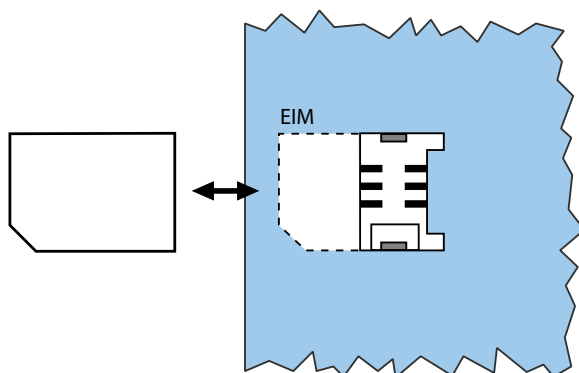

Fig. 76 Scheda EIM
4. Introdurre la nuova scheda EIM sotto le linguette di guida fino a battuta nell'alloggiamento per SIM Card. Fare attenzione che i contatti della scheda EIM siano verso il basso e che l'angolo smussato della scheda EIM sia rivolto verso il bordo della mainboard (vedi Fig. 76).